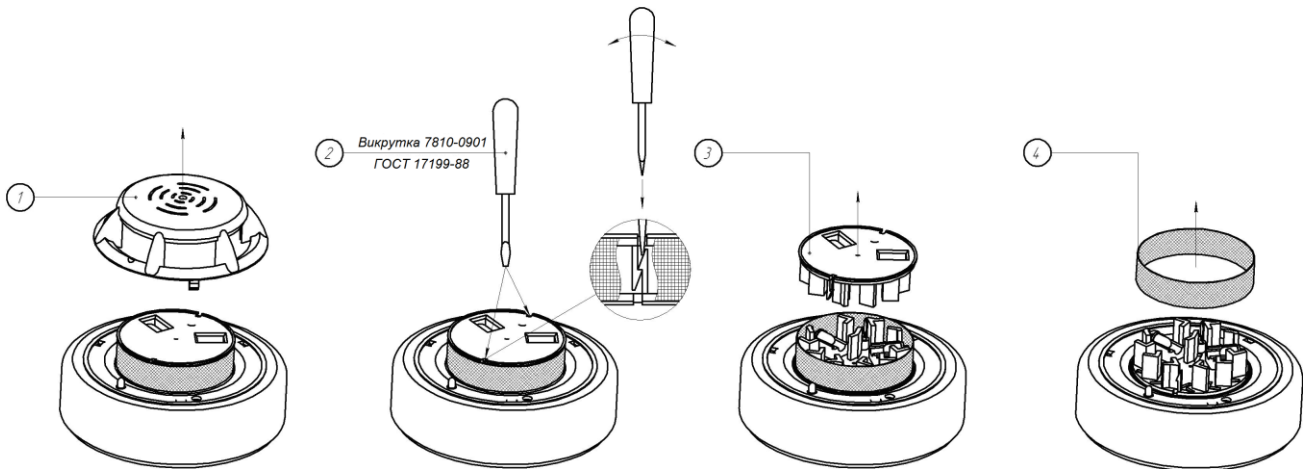

Рисунок 3
5.3 Для перевірки працездатності сповіщувача слід ввести в контрольний отвір у верхній кришці (поз.1 рис.3) щуп (штир діаметром 0,5 – 1,0 мм, довжиною 3 – 4 см). Після 3-4 спалахів світлодіод повинен постійно світитись.